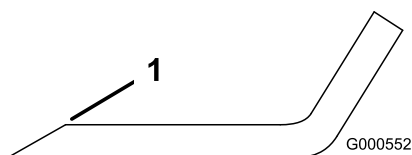

Figure 49
1. Au moyen d'une lime, aiguissez les tranchants aux deux extrémités de la lame (Figure 49).
Remarque: Si la lame est déséquilibrée, limez un peu l'extrémité de la partie relevée seulement (Figure 49).